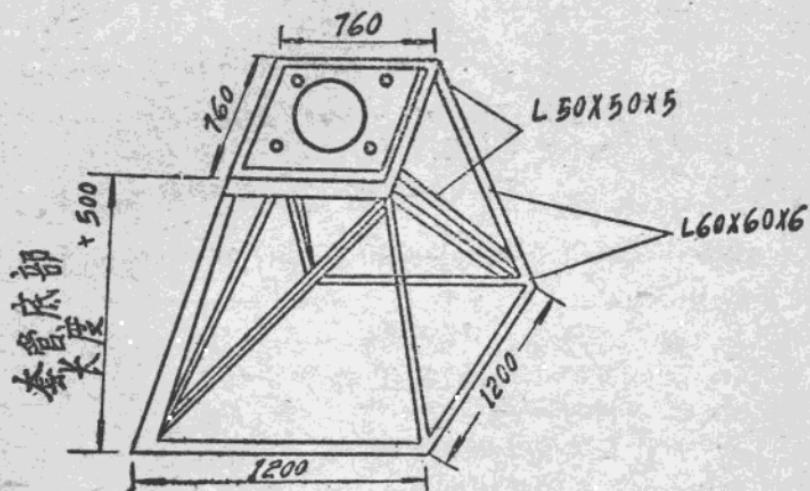

图1 套管支架
(1) 設備：安装外壳用的汽車吊（載重4吨），載重汽車（載重10吨），手动卷扬机，滑輪吊鉤，立放套管的架子（如图1），吊装电流互感器的吊架（图2）。